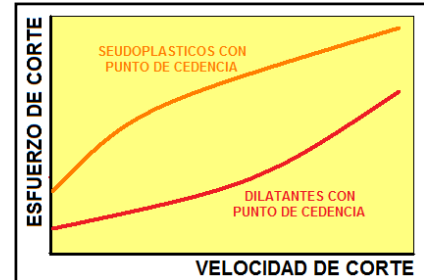

Figura A-10. Fluidos seudoplásticos y dilatantes con punto de cedencia.
**Fluidos seudoplásticos y dilatantes con punto de cedencia:** Son aquellos fluidos que exhiben un esfuerzo inicial finito o punto de cedencia. Una vez que el esfuerzo inicial ha sido rebasado, la relación entre el esfuerzo cortante, con la velocidad de corte resultante no es lineal, figura A-10.